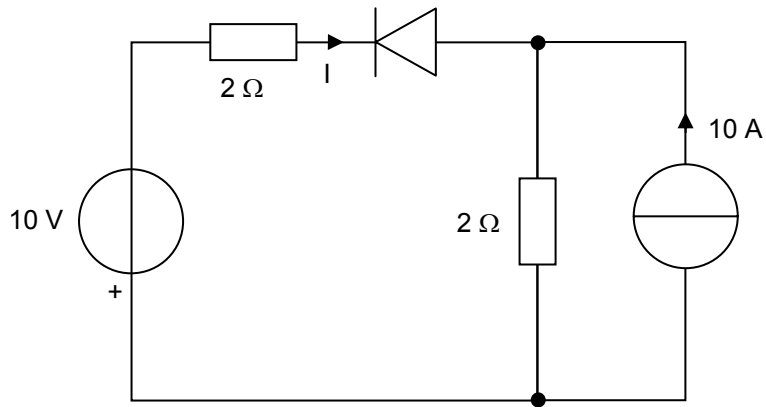

Figure 51
8. Soit le circuit à diode de la Figure 51. Calculer le courant  $I$  avec les trois approximations de la diode ('court-circuit', 'source de tension', 'source de tension et résistance'). On utilisera successivement les trois modèles de la diode avec considérer  $V_{AK} = 0.7V$  et  $R = 1\Omega$ .